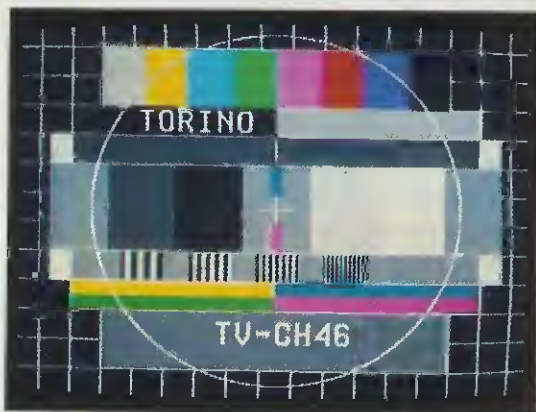

Fig.3 Figura del terzo monoscopio. Nel Generatore è presente, oltre alle uscite CVBS - SCART - S/VHS, anche un'uscita RF/UHF sul canale 36.
- 3 - Fig. 3 **Monoscopio C a colori**